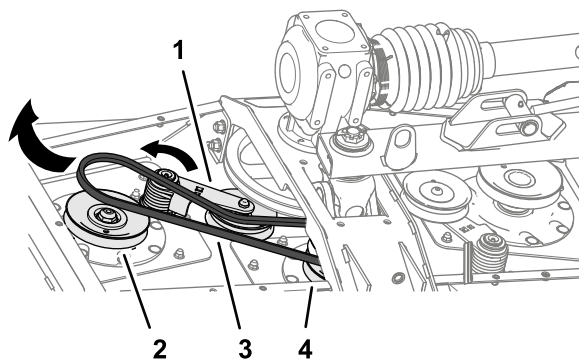

Figure 66
- Au moyen d'une poignée articulée ou d'un outil similaire, faites tourner le tendeur de la petite courroie dans le sens antihoraire et déchaussez la courroie de la poulie de tendeur (Figure 66).